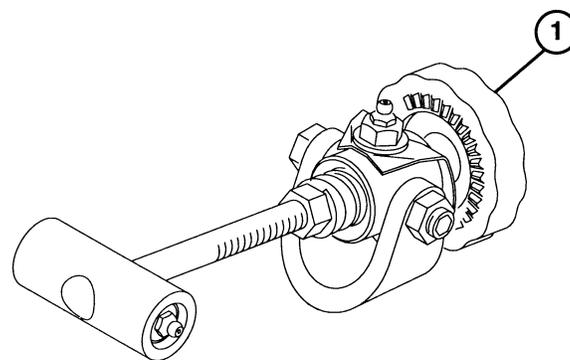
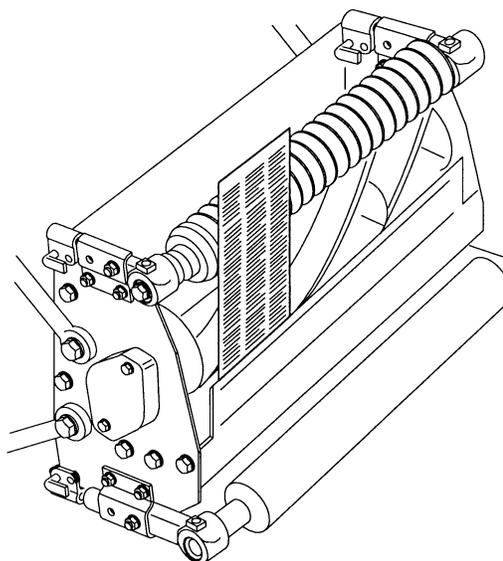

Fig. 2
Fig. 3
## REGOLAZIONE CONTROLAMA PARALLELA AL CILINDRO (Fig. 2 e 3)
1. Verificare che sia stato tolto il contatto con il cilindro, girando in senso antiorario la manopola di regolazione della controlama (Fig. 2). Inclinare l'apparato di taglio per accedere al cilindro ed alla controlama (Fig. 3).